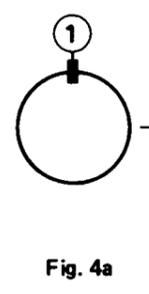
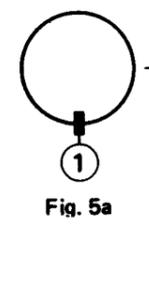
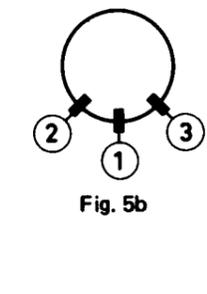

Fig. 4a
Fig. 5a
Fig. 5b
- Sopprimere l'intersezione delle linee centrali orizzontali e verticali blu e rosse ribaltando l'unità di deflessione in senso verticale. Se la posizione dell'unità di deflessione è corretta, interporre il cuneo di gomma ① dalla parte superiore (Fig.4a) od inferiore (Fig.5a) senza togliere l'adesivo. La Fig.4a si riferisce alla situazione che l'unità sia ribaltata verso l'alto e la Fig.5b nel caso che l'unità sia ribaltata verso il basso.